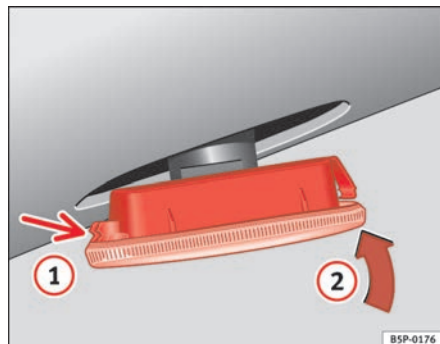

Abb. 218 Seitlicher Blinker
⇒ Abb. 218, Pfeil ①.
- Setzen Sie die Lampe in Richtung Pfeil ② ⇒ Abb. 218 ein. ■